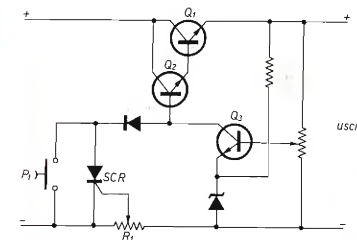

figura 1
- 1) Protezione a blocco (figura 1).